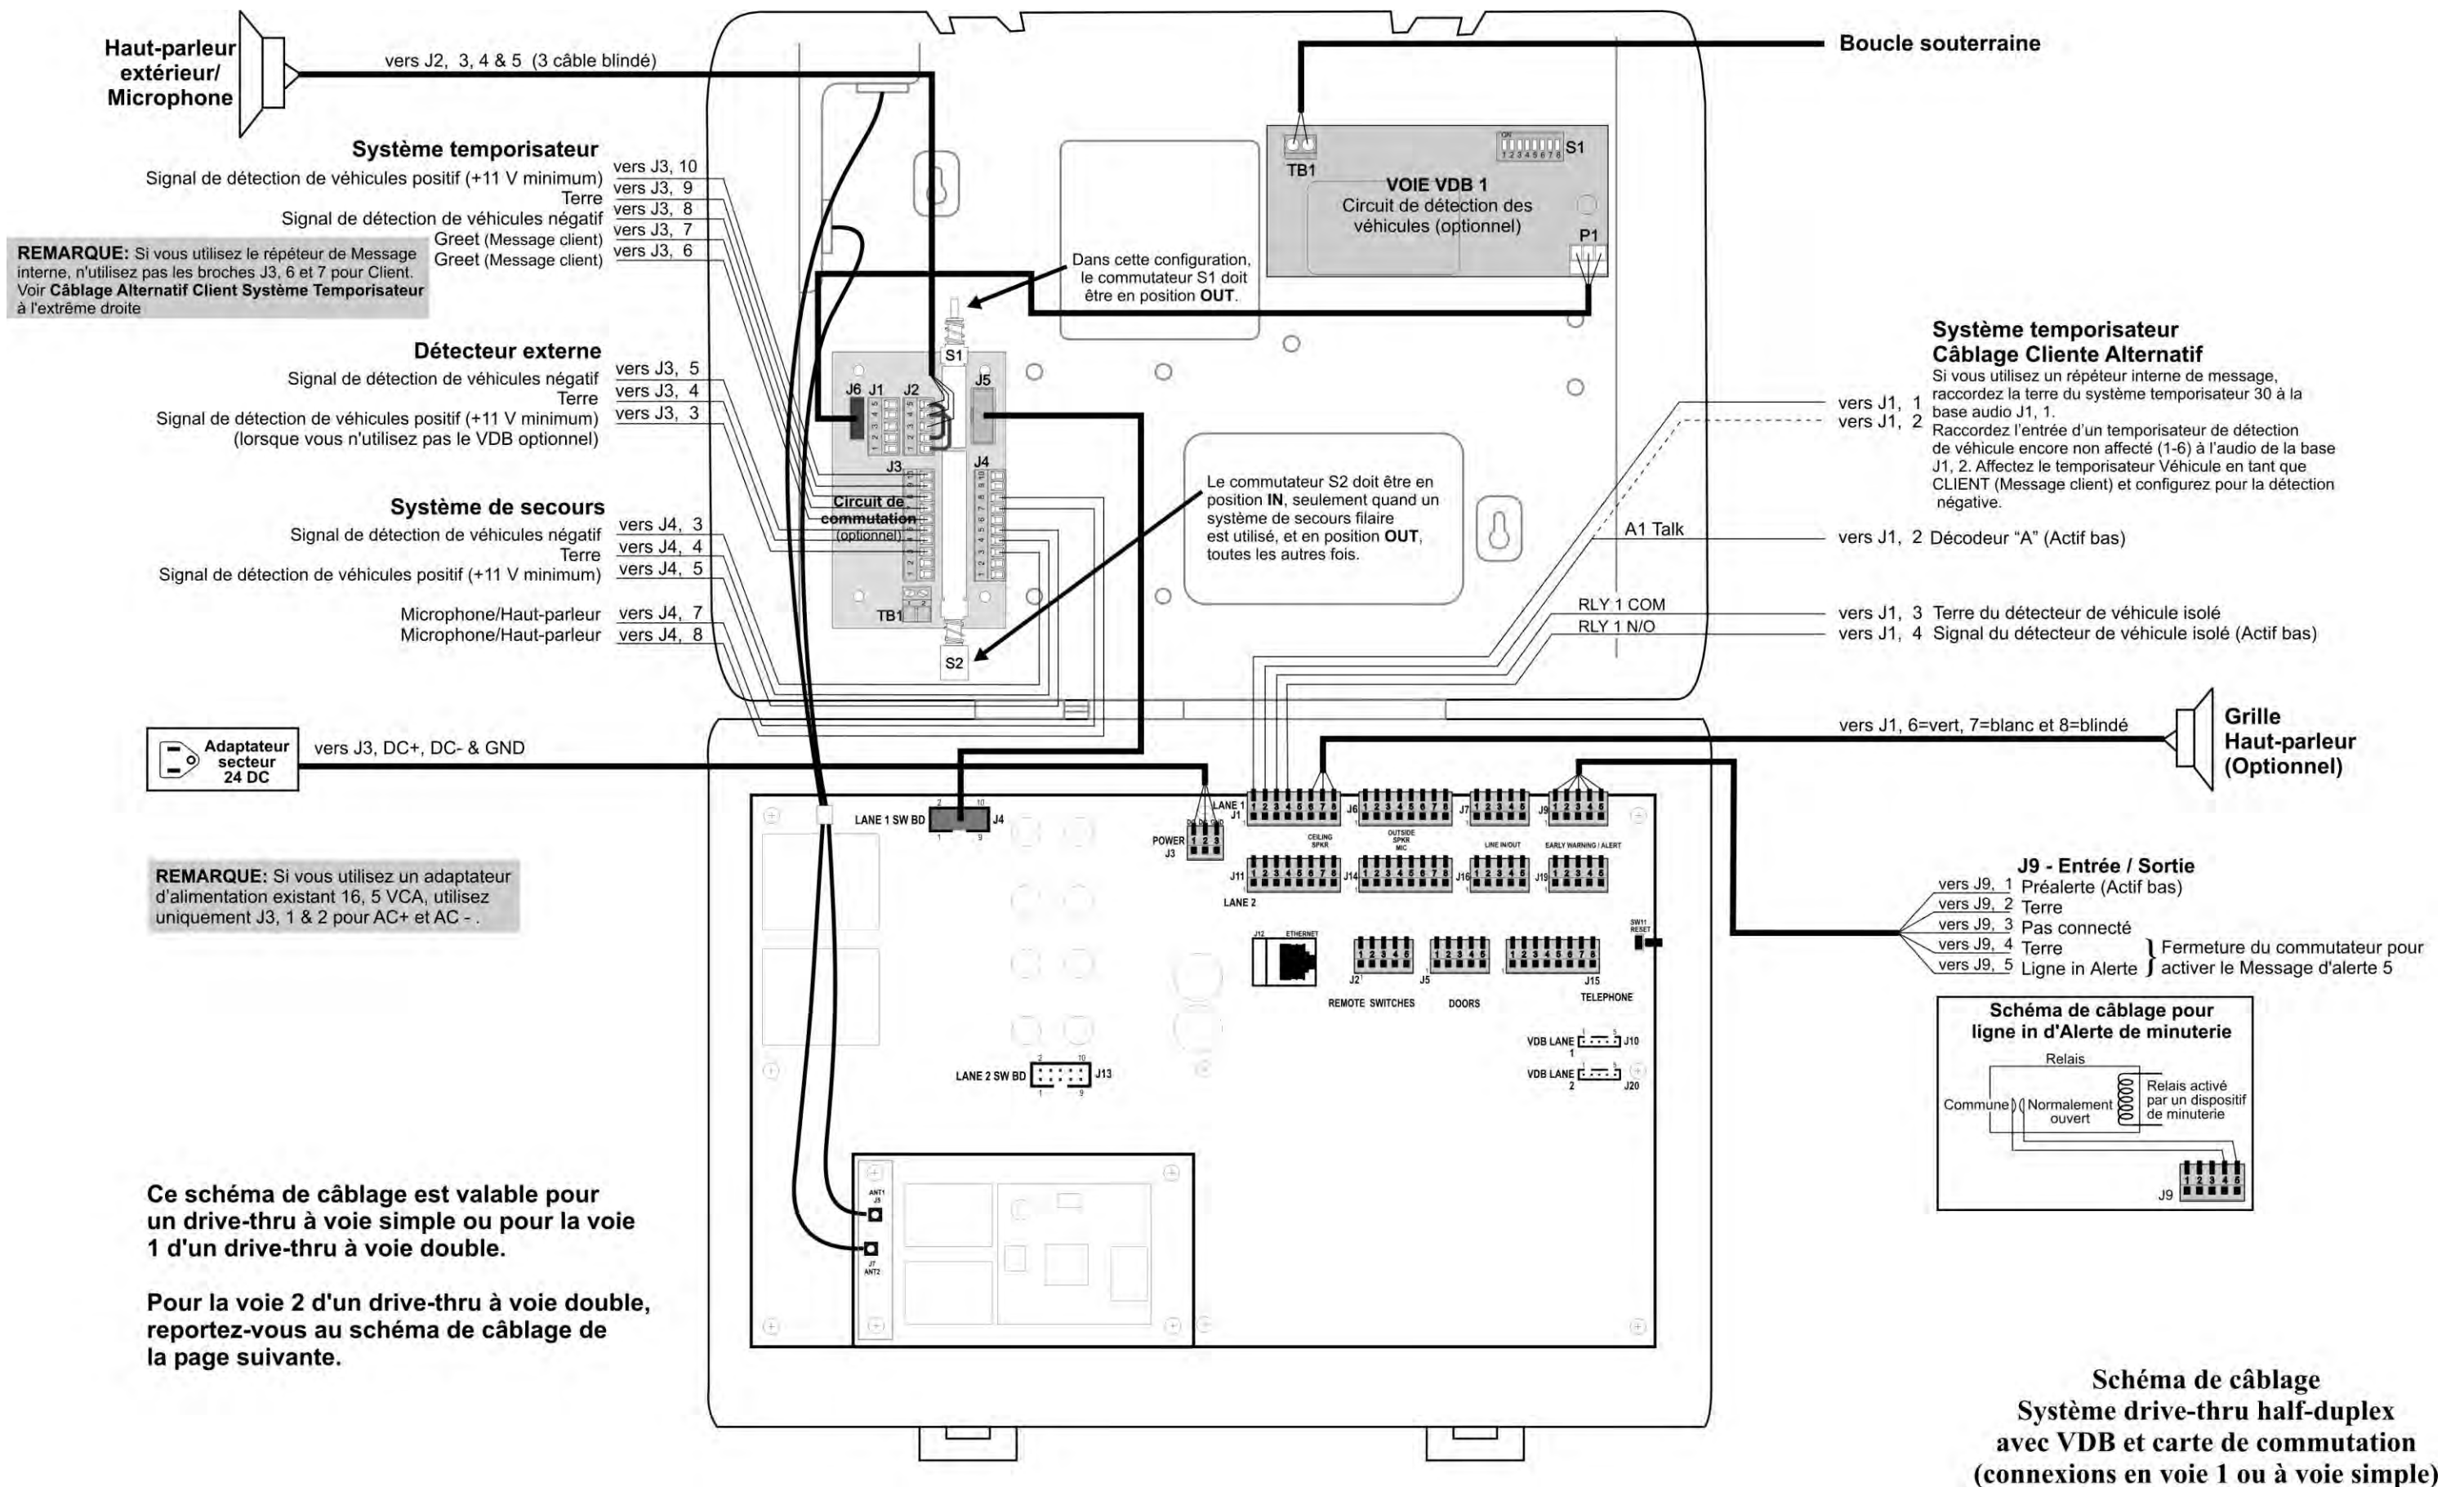

Figure 36.
- Page 94, Figure 36 — (Connexions pour Voie 1 ou système à une voie)